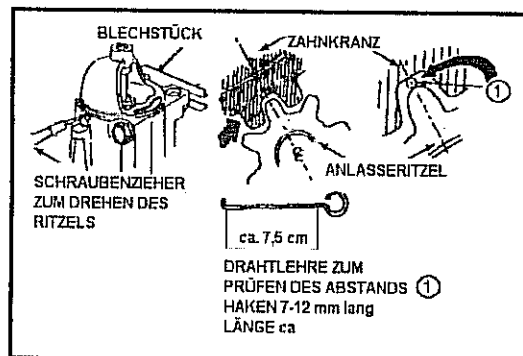

Abb. 3-35 Ritzelabstand und Eingriff der Zähne des Ritzels und des Zahnkranzes
- Massekabel der Batterie abklemmen, um versehentliches Drehen des Motors zu vermeiden. Schraubenzieher in die kleine Öffnung unten am Anlassermotor einsetzen, wie in Abb. 3-35 gezeigt, und Anlasserritzel mit Freilaufkupplung so bewegen, daß das Anlasserritzel im Zahnkranz eingreift.
- Falls nötig das Schwungrad/Zahnkranzscheibe so drehen, daß eine Stellung wie in Abb. 3-35 gezeigt erreicht wird.
- Wie in Abb. 3-35 gezeigt den Abstand zwischen Spitze des Anlasserritzels und Tiefpunkt zwischen zwei Zähnen des Anlasserzahnkranzes mit einer Drahtlehre messen.